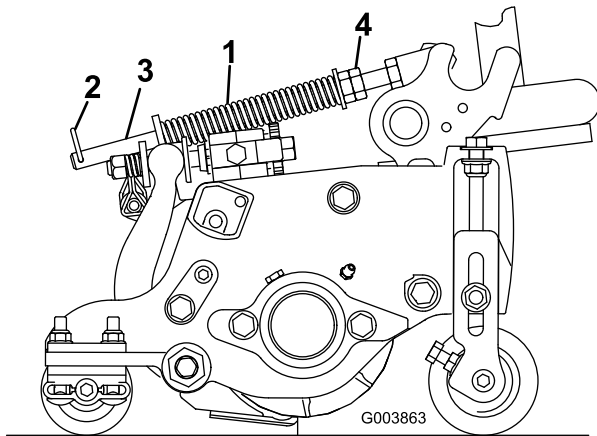

Figure 16
Le ressort de compensation (Figure 16) transfère le poids du rouleau avant au rouleau arrière. Cela évite la formation d'ondulations à la surface de la pelouse.
1. Vérifiez que la goupille fendue est insérée dans le trou de la tige de ressort (Figure 16).
2. Serrez les écrous hexagonaux sur l'extrémité avant de la tige de ressort jusqu'à ce que la longueur du ressort comprimé soit égale à 12,7 cm sur les plateaux de coupe de 12,7 cm ou à 15,9 cm sur les plateaux de coupe de 17,5 cm (Figure 16).